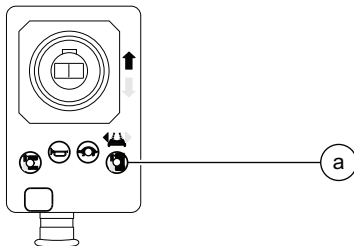

Ilustración 1
- 4 Presione el botón de selección de la función de desplazamiento. Ver ilustración 1.